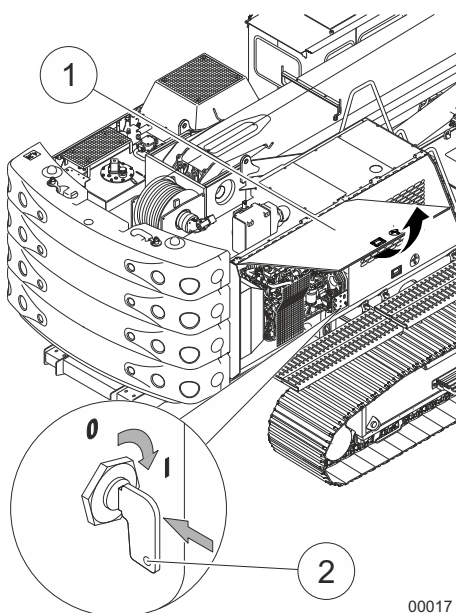

Fig. 25 Como ligar a chave de desconexão da bateria
| 1 | Abra a porta de serviço direita (1) em Fig. 25. |
| 2 | Pressione a chave de desconexão da bateria (2) na Fig. 25 e mude para a posição I. |